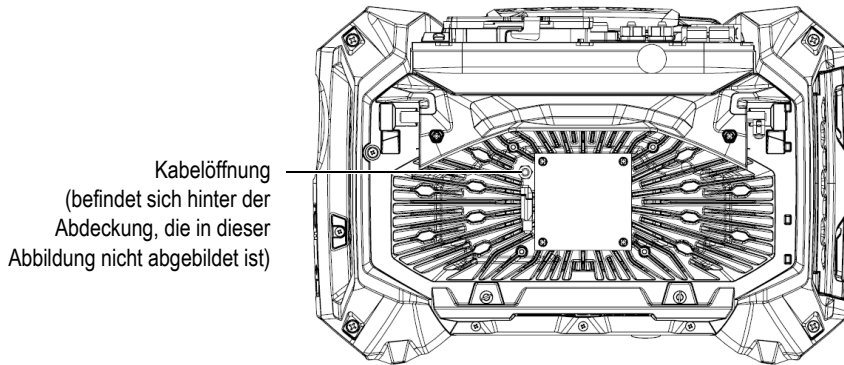

Abbildung 4-1 Innenansicht des Ventilators (Abdeckung für Ansicht der Kabelöffnung nicht abgebildet)
1. Überprüfen Sie die Ventilatoröffnungen auf Staub oder Verunreinigungen und entfernen Sie sie vorsichtig mithilfe eines Druckluft-Reinigers (max. Druckluft 207 kPa). Dabei nicht direkt in die Kabelöffnung des Ventilators sprühen (Abbildung 4-1 auf Seite 55).